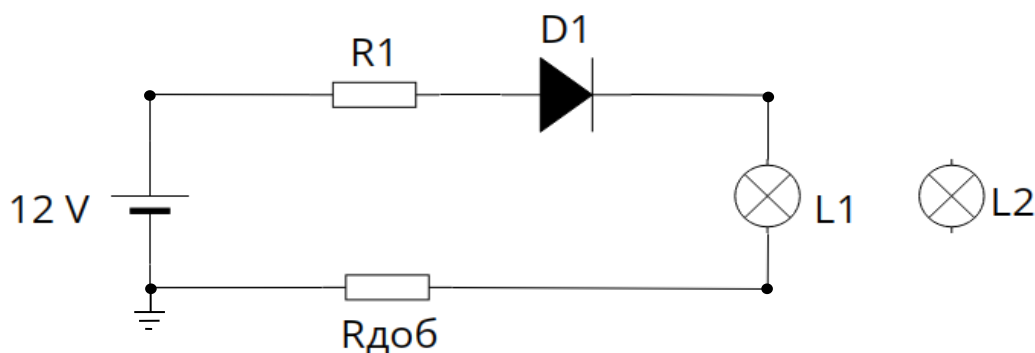

Рисунок 1. Схема цепи №1
1) выполните расчет элемента – добавочное сопротивление $R_{доб}$ (формат расчета, например 11,11 Ом) для схемы цепи №1 (рис.1). $R_{доб}$ должно *обеспечить* работу лампы накаливания L1 (*рабочее напряжение лампы 3В, мощность лампы 0,3Вт*) при величине силы тока в цепи I_1 равной **0,1 А**. Рассчитайте величину напряжения U_{L1-1} на лампе L1 (формат расчета, например 1,11 В);